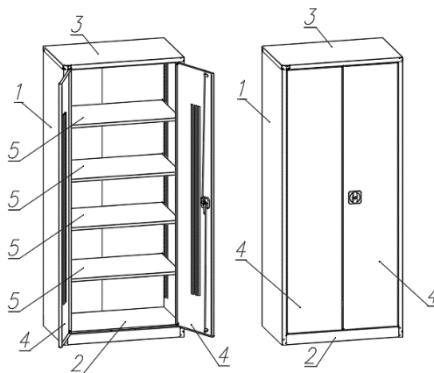

Рис. 1. Описание инструментальных шкафов серии ML
3.1. Инструментальный шкаф (см. рис. 1) состоит из: 1 - боковин с задней стенкой; 2 - дна; 3 - верхней крышки; 4 - дверей; 5 - Полки (4 полки входят в комплект). **Поставка шкафов осуществляется в собранном виде.**